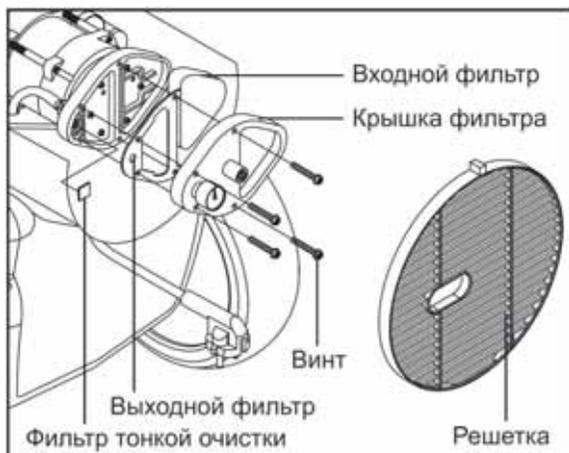

Рис. 14. Входной, выходной фильтры и фильтр тонкой очистки
- Снимите решетку вентилятора (рис.14)